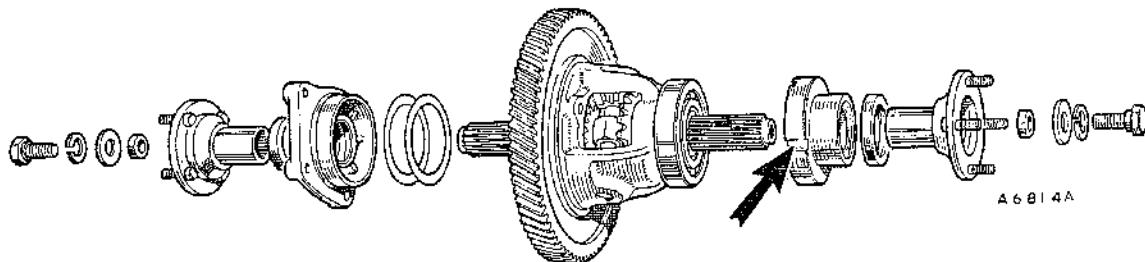

Fig. Fa.54
- (14) Montar el diferencial en el cárter de la transmisión y empujar el conjunto hacia el convertidor, con la ranura del separador alineada con el pasador de centraje del cárter de la transmisión (Fig. Fa.54). Poner una nueva arandela de junta untada con el producto para juntas Hylomar. Asegurarse de que el retén de aceite queda centrado a presión contra la cara del separador y montar el cárter del diferencial; poner nuevas placas de seguridad y apretar ligeramente las tuercas de sujeción.